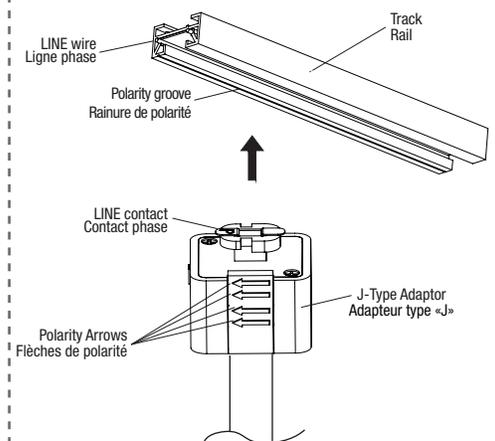

Fig. 1c
5. Insérer les contacts en laiton de l'adaptateur dans l'encoche du rail (Fig. 1c).
6. Tourner l'adaptateur de 90° (Fig. 1c) de sorte à ce que l'indicateur flèche pointe vers la rainure de polarité une fois installés (Fig. 1d).